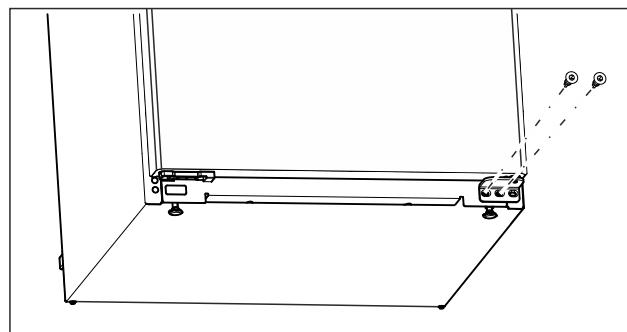

Fig. 15
- Na donjem ležajnom postolju odvrnute srednji vijak odvijačem Torx 20. (pogledajte Fig. 15)
- Na donjem ležajnom postolju odvrnute unutarnji vijak odvijačem Torx 20. (pogledajte Fig. 15)